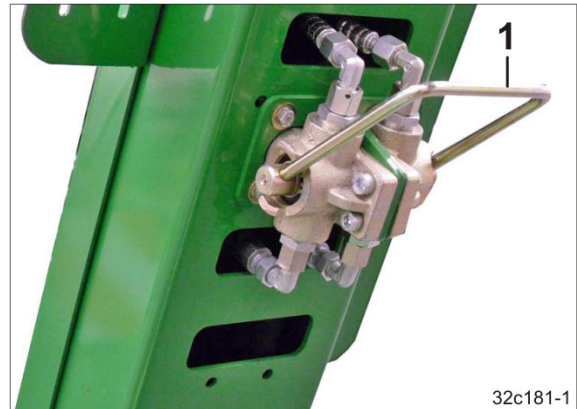

Fig. 182
2. Den Ventilhebel (Fig. 182/1) nach oben stellen.